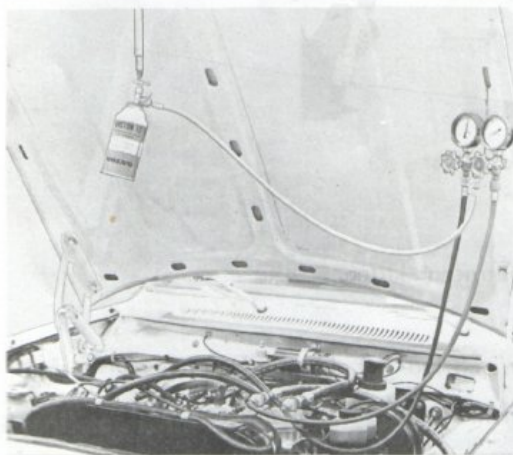

Bild 5. Engångsbehållare upphängd i fjädervåg och ansluten till luftkonditioneringsanläggningen.
5. Häng upp behållaren i en fjädervåg (bild 5) och väg behållaren med slangen tillkopplad.